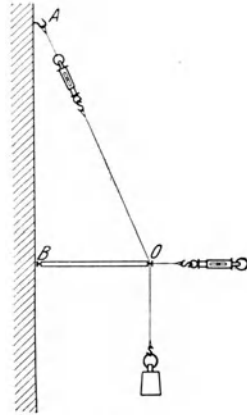

Fig. 37.
c) Im Punkt  $O$  (Fig. 37) halten sich drei Kräfte das Gleichgewicht: das lotrecht nach unten ziehende Gewicht  $F_1 \text{ kg}^*$ , die Zugkraft  $F_3$  der Schnur, die in der Richtung  $OA$  wirkt und mit der Federwage gemessen wird, und der Auflagedruck  $F_2$  des Stabes in der Richtung  $BO$ .